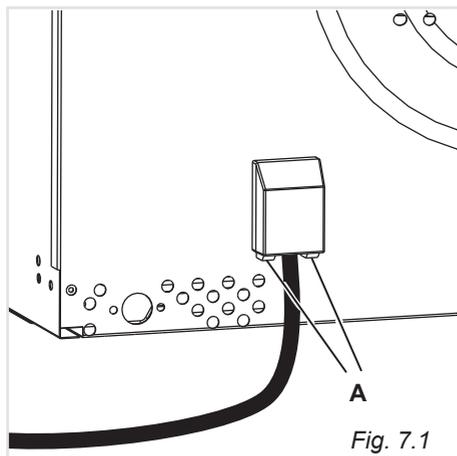

Fig. 7.1
- Sganciare il coperchio della morsettieria inserendo un cacciavite nei due agganci "A" (fig. 7.1).